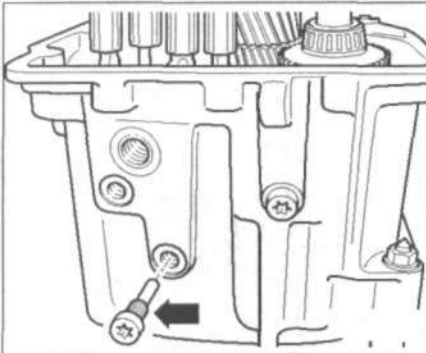

Рис. 8.40. Закрепите рычаг передачи заднего хода (стрелка).
30. Закрепите рычаг передачи заднего хода (стрелка) (рис. 8.40).